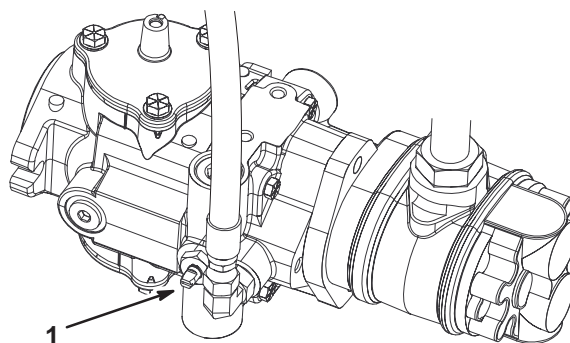

Figure 32
1. Trouvez la vanne de dérivation sur la pompe et tournez-la pour que la fente soit verticale (Fig. 32).
2. Avant de mettre le moteur en marche, tournez la vanne de dérivation pour la fermer (fente horizontale) (Fig. 32). Ne mettez pas le moteur en marche quand la vanne est ouverte.